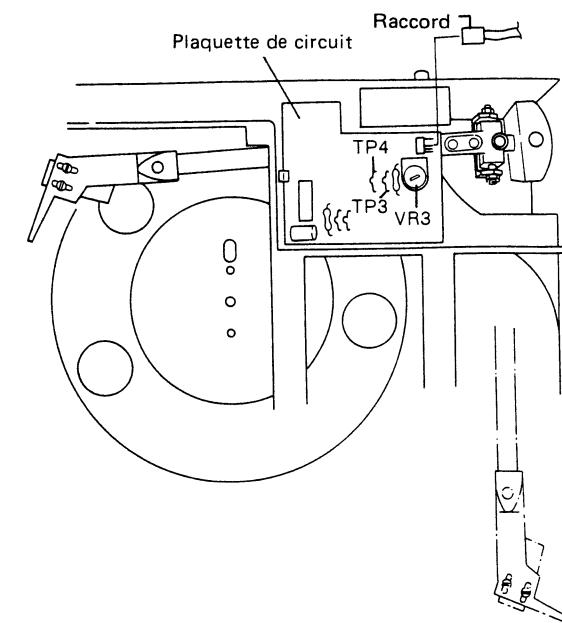
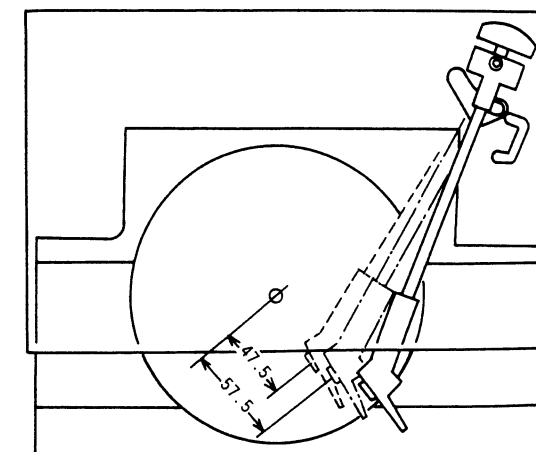

Fig. 12-3 Réglage du senseur de pointe (1)
Fig. 12-4 Réglage du senseur de pointe(2)
2. Régler l'appareil sur le mode de lecture et couper l'alimentation électrique. Débrancher ensuite le raccord (CN) de la plaquette de circuit afin de s'assurer que le moteur d'entraînement et le moteur de la platine ne tournent pas.
3. Raccorder un voltmètre CC entre TP3 et TP4 (GND) comme indiqué sur la Fig. 12-3. Mettre l'appareil sous tension et régler la position de la pointe de lecture du bras sur 47,5mm à partir de l'axe central. Noter la tension indiquée sur le voltmètre sur cette position. (Fig. 12-4)